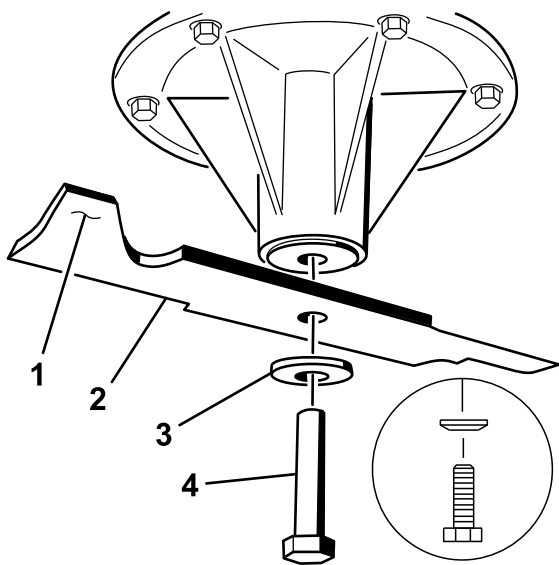

Figure 113
1. Placez la lame sur l'axe (Figure 113).
2. Installez la rondelle élastique et le boulon de la lame (Figure 113).
**Remarque:** Le cône de la rondelle élastique doit être dirigé vers la tête du boulon (Figure 113).